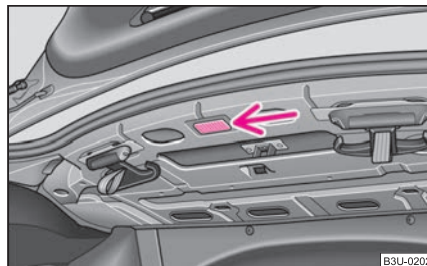

Abb. 205 Gepäckraum:
- Setzen Sie einen kleinen Schraubendreher in den Schlitz neben der Leuchte ⇒ Abb. 205 ein und drücken die Leuchte vorsichtig heraus.